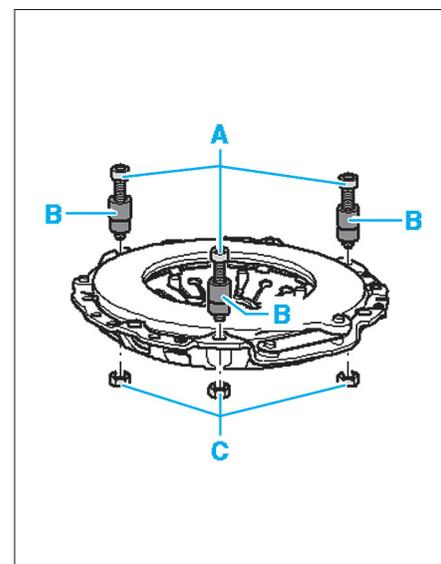

Fig. 6
- Placer trois vis de fixation M6x35 (A) dans les alésages du plateau de pression avec un décalage de 120° en y plaçant des entretoises de 20 mm (B) (Fig.6).
- Serrer les trois écrous (C).